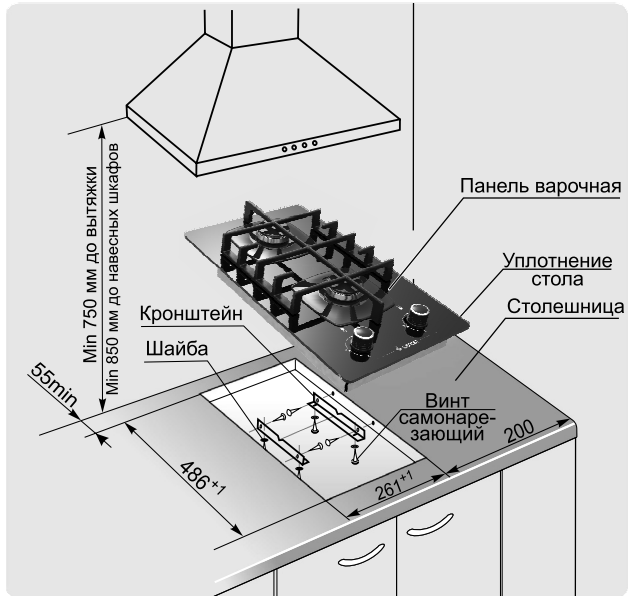

Рис. 4
1. Точно разметить на столешнице контур проема под прибор в соответствии с рис. 4. Стена за прибором должна быть облицована термостойким материалом (например керамической плиткой и т. п.).